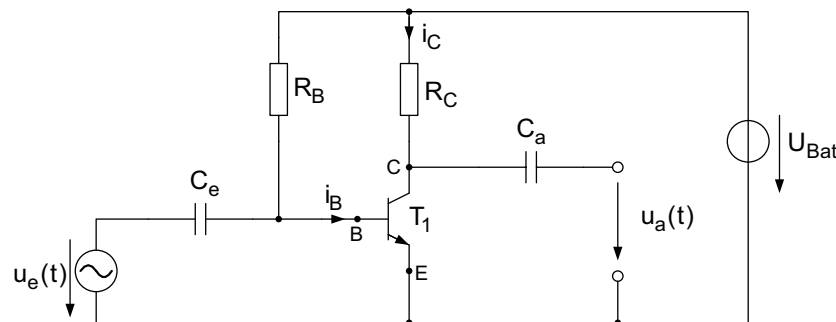

Bild 3.1: Transistorschaltung
- Zeichnen Sie das Gleichstromersatzschaltbild (GS-ESB) der kompletten in Bild 3.1 dargestellten Schaltung inklusive aller Ströme und Spannungen sowie der Punkte B, E und C. Zeichnen Sie dabei NUR die Elemente ein, welche auch berücksichtigt werden müssen.
- Welche der in Bild 3.1 dargestellten Elemente sind im GS-ESB nicht enthalten? Warum?
- Zeichnen Sie das Wechselstromersatzschaltbild (WS-ESB) der kompletten in Bild 3.1 dargestellten Schaltung inklusive aller Ströme und Spannungen sowie der Punkte B, E und C. Zeichnen Sie dabei NUR die Elemente ein, welche auch berücksichtigt werden müssen.
- Welche der in Bild 3.1 dargestellten Elemente können im WS-ESB vernachlässigt werden? Warum?